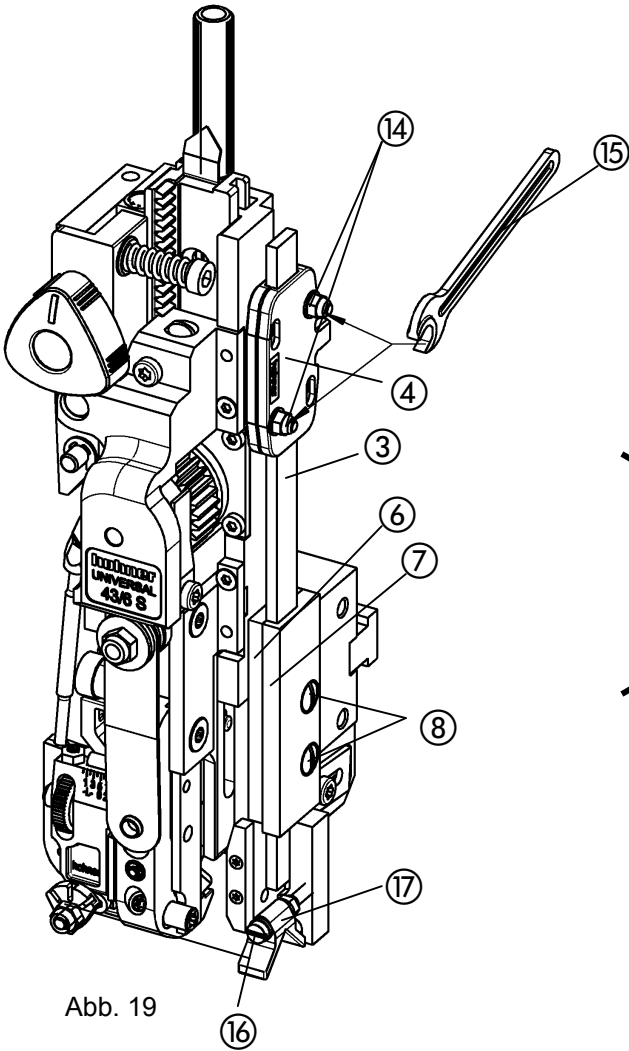

Abb. 19
Abb. 19 a
Abb. 19 b
- Fig. 19 - (véase Lista de piezas de repuesto, página E 31)
- Colocar la varilla del pisador ③ con el talón de arrastre ④ entre la placa distanciadora ⑥ y la placa guía ⑦ (las placas y varilla deben estar algo engrasadas).
- Atornillar los tornillos ⑧ en las roscas de la caja a través de los taladros de las placas y apretarlos de forma que la varilla ③ quede paralela al canto de la caja.